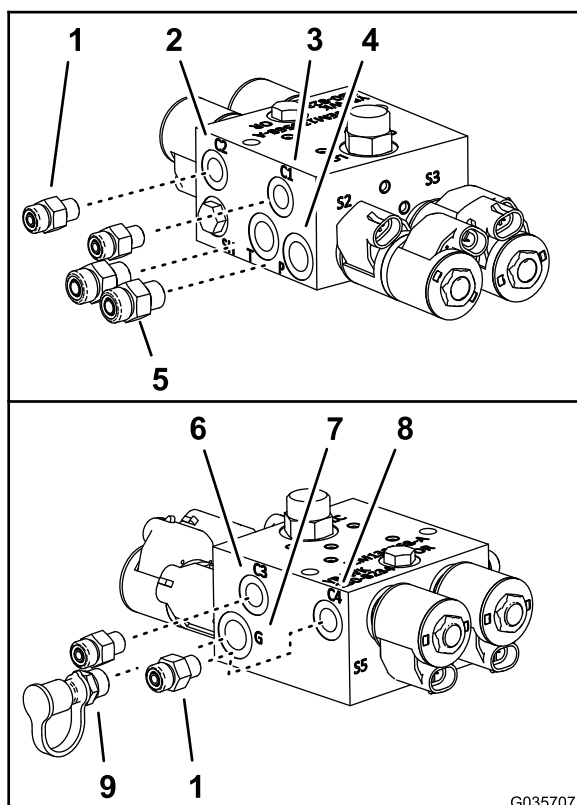

Рисунок 11
5. На новом коллекторе подъемного цилиндра заверните в отверстия Р и Т прямые гидравлические штуцеры (Рисунок 11), вывернутые при выполнении пункта 3.
6. Установите 4 прямых гидравлических штуцера из комплекта ультразвукового выравнивания стрелы в отверстия С1, С2, С3 и С4 нового коллектора подъемного цилиндра (Рисунок 11).
7. Установите диагностический штуцер и крышку, снятые при выполнении пункта 4, в отверстие G нового коллектора подъемного цилиндра (Рисунок 11).